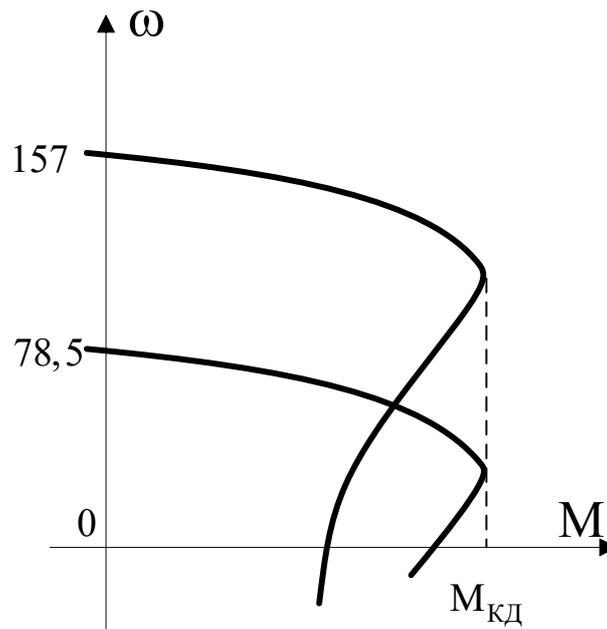

Рис. 3.2. Механические характеристики АД
10. Определите напряжение U_1 , приложенное к статору асинхронного двигателя, для получения искусственной характеристики, показанной на рис. 3.2. Сопротивлением статора можно пренебречь $R_1 \approx 0$; номинальная частота сети $f_1 = 50$ Гц; номинальное напряжение $U_{\text{ИН}} = 220$ В; частота на искусственной характеристике $f_{\text{И}} = 25$ Гц; число пар полюсов $p_{\text{п}} = 2$.